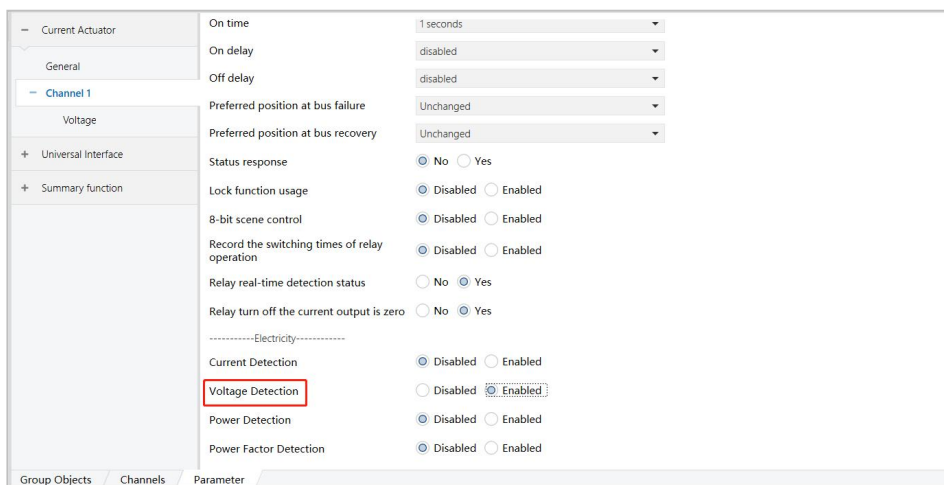

图 6.2.3
1) 参数 “voltage detection” 表示电压检测, 选择 “Enabled” 时启用该功能, 出现红色方框内选项, 如图 6.2.3 所示;